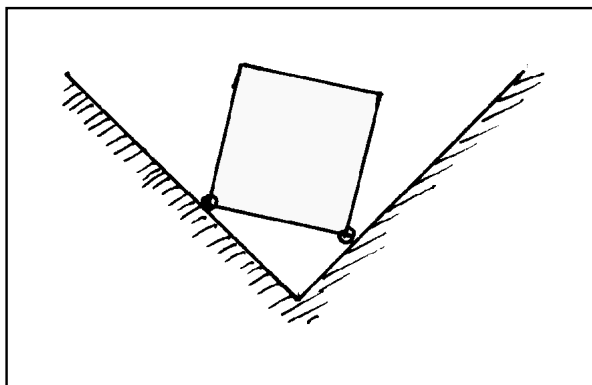

Fig. 7.59. Per l'esercizio 3
3. Il corpo in fig. 7.59 è in una posizione di equilibrio stabile? Se no - in che direzione si muoverà?